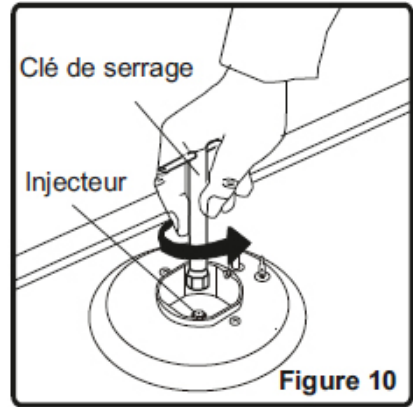

Figure 10
- Dévissez les injecteurs. Pour ce faire, utilisez une clé à molettes de 7 mm (Figure 10).